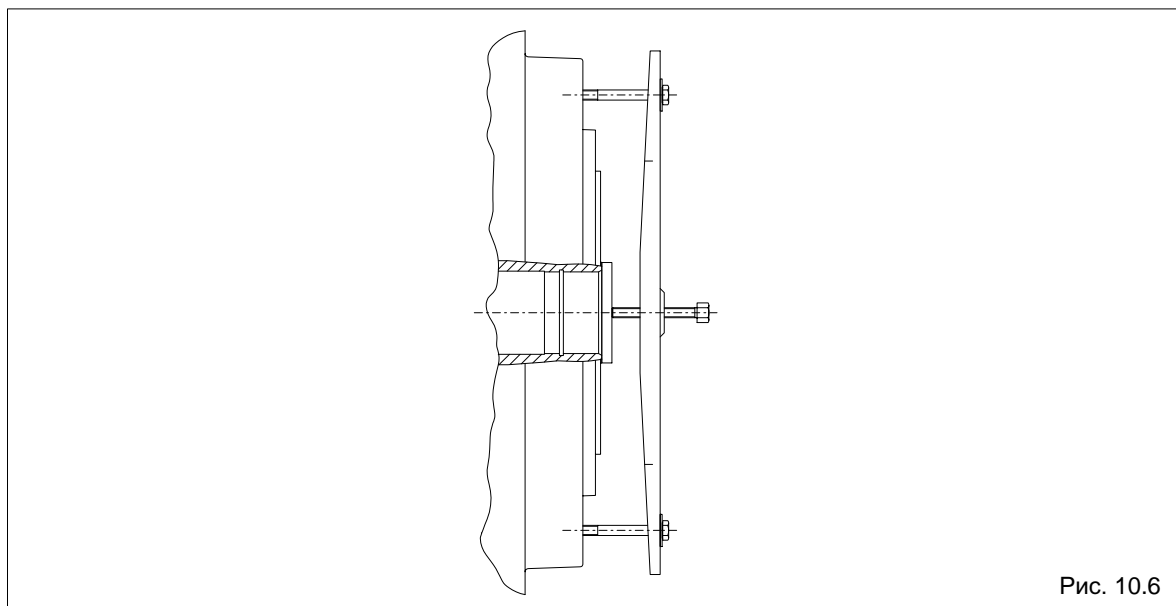

Рис. 10.6
Для снятия кожуха и крышки нужно использовать шпindel с пневмоприводом вращения с перекладной и тянущими винтами, как это представлено на рис. 10.6. Усилие давления действует на торцевую сторону пустотелого стального вала. Тянущие винты вводятся в фланцевую резьбу (108) кожуха или, соответственно, крышки. После снятия кожуха и крышки становятся доступными внутренние части (подшипники качения, уплотнительные кольца вала и т.д.). Каждый раз при монтаже муфты нужно заменять уплотнительные элементы на новые.